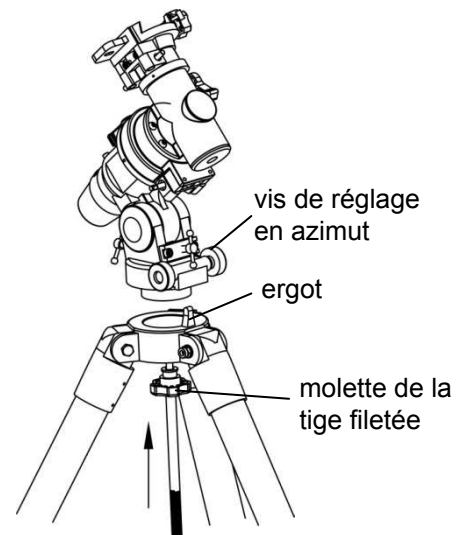

Fig. 2
1.2. Installer la monture (fig. 2)